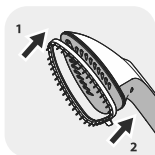

图16
- 将毛刷背面对准蒸汽喷头，轻轻按压毛刷底部的卡扣，使其固定到位。(图16)